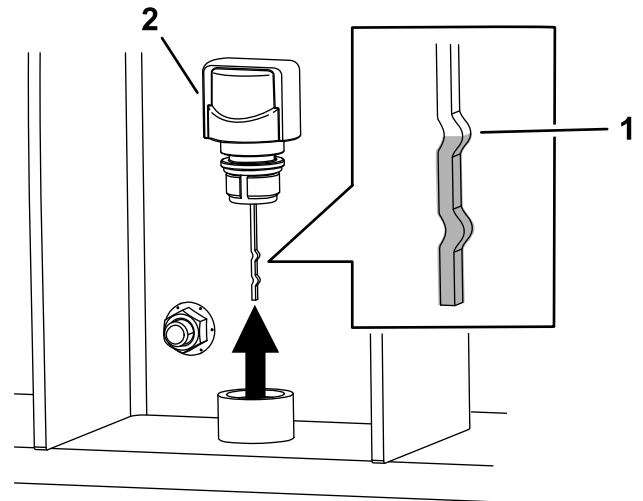

Figure 33
4. Limpie alrededor del tapón del respiradero (Figure 33).
5. Retire el tapón del respiradero (Figure 33).
7. Retire la varilla y compruebe que el fluido llega a la muesca superior (Figure 33). Coloque el tapón del respiradero.
Remarque: El nivel de fluido debe llegar a la parte superior de la muesca de la varilla en el tapón del respiradero (Figure 33)